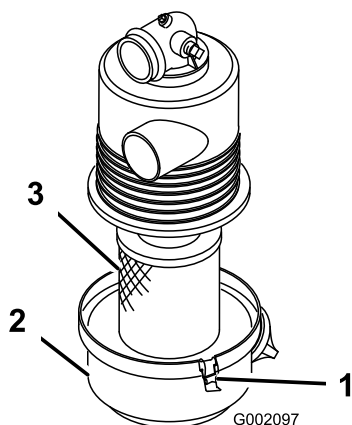

Figura 33
3. Rilasciate i fermi che fissano il coperchio del filtro dell'aria al relativo corpo. Staccate il coperchio dal corpo. Pulite la parte interna del coperchio (Figura 33).
4. Estraete con cautela il filtro dal corpo, in modo da ridurre lo spostamento di polvere (Figura 33), evitate di urtare il filtro contro il relativo corpo.